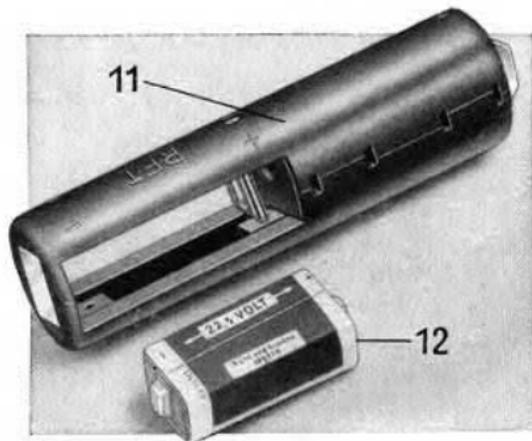

Abb. 3
Der Batteriebehälter (1) der Blitzleuchte ist für die Verwendung des RFT-Kondensator-Einsatzes KR 2 (11) vorgesehen (siehe Abbildung 3). Dieser Einsatz sowie eine für ihn geeignete Kontroll-Glühlampe müssen – falls sie der Blitzleuchte nicht beiliegen – im Fachhandel extra gekauft werden.
In die Aussparung des Kondensator-Einsatzes wird eine „Hörbatterie“ mit 22,5 Volt Spannung (12) eingesetzt (siehe Abbildung 3). Es ist dabei auf richtige Polung zu achten: das Pluszeichen (+) der Batterie muß sich auf der Plusseite des Einsatzes befinden.